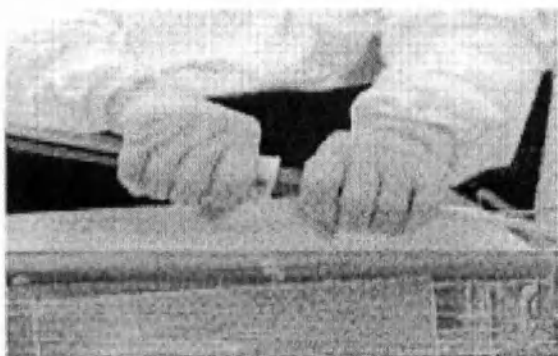
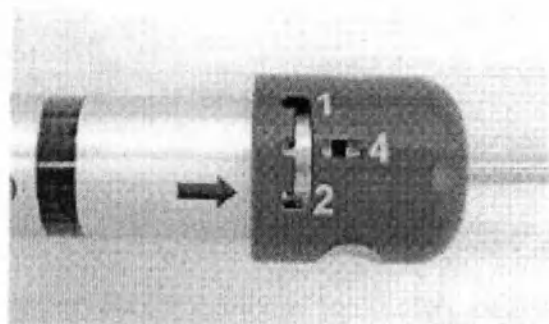

Рис.8
Рис.9
19. Держа стационарный зажим неподвижно, втяните раскрывающий зажим (Рис.8), стягивая вторичный внутренний интродьюсер с непокрытого стента и небольшой части стент-графта (Зона Freeflex™ - Рис.1).
21. Чтобы освободить и развернуть стент-графт, полностью втяните вторичный внутренний интродьюсер, одновременно держа стационарный зажим и оттягивая раскрывающий зажим одним продолжительным движением без остановки, пока стент-графт не будет полностью раскрыт (Рис.8б). Продолжайте оттягивать раскрывающий зажим до черной кольцевой метки (См.рис.9) на дистальном конце основного корпуса.